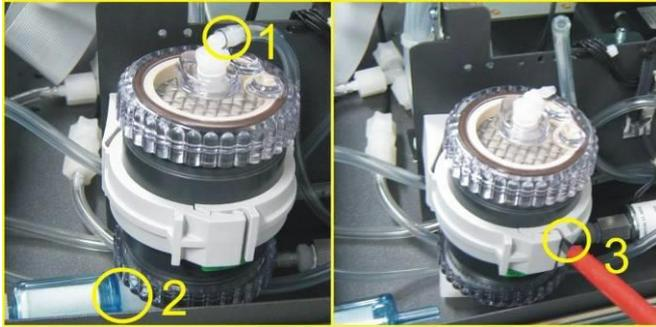

Figure 58 – Retrait du purificateur d'air zéro
3. Sortir le tuyau du raccord cannelé situé sur le dessus du purificateur (voir le repère 1 sur la Figure 58).
4. Retirer le filtre DFU du raccord situé sous le purificateur en tirant dessus (voir le repère 2 sur la Figure 58).
5. Le support du purificateur peut désormais être ouvert à l'aide d'un tournevis (voir le repère 3 sur la Figure 58).